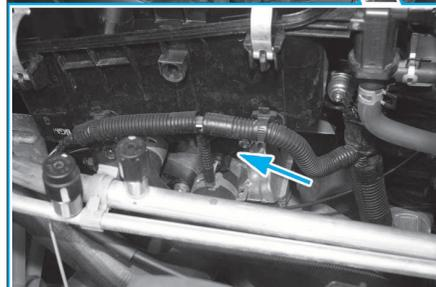

FIG. 64
- Débrancher le connecteur (Fig.64), puis déposer le vis de fixation.